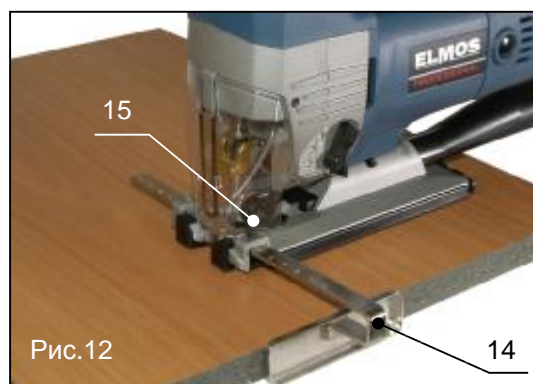

Рис.12
- Для производства параллельных распилов может применяться направляющая (поз.14, рис.12), которая крепится к основанию электролобзика с помощью специального винта (поз.15, рис.12).